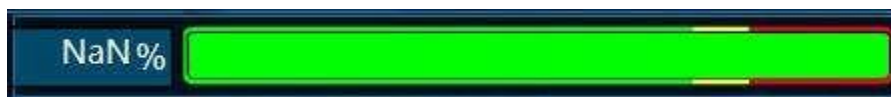

Figura 4-22 Informações de carga
- d)** Informações de carga (Consulte a Figura 4-22) Quando a porcentagem de carga for inferior a 90%, a barra fica verde. Quando a porcentagem de carga é maior que 90% e menor que 100%, a barra fica amarela. E este é um sinal de pré-aviso. Quando a porcentagem de carga for maior que 100%, o sinal de sobrecarga será emitido. Enquanto isso, os movimentos do guindaste “Embobinar o guincho” e “Abaixar a torre” serão desligados.